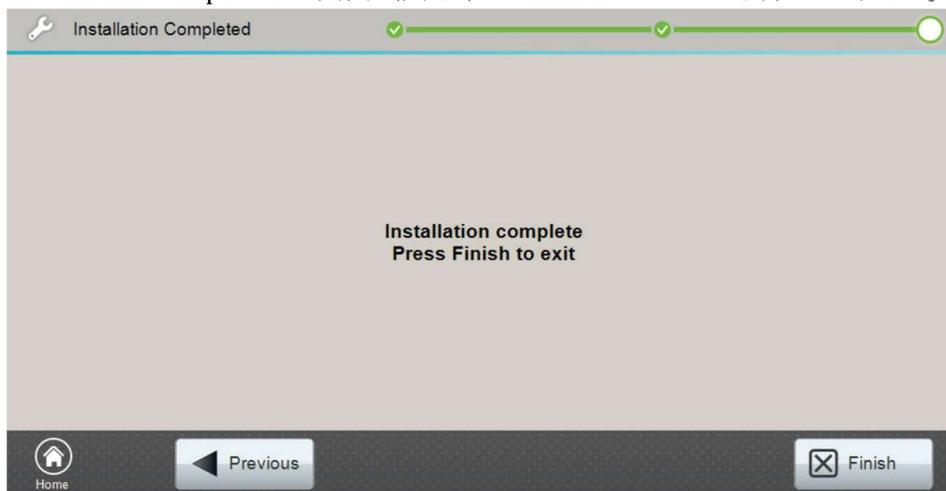

図 19 Installation Completed 画面
12. Installation Completed の画面（図 19）の **Finish** のボタンを押してください。
14. **Installation Completed** の画面 (図 19) の **Finish** のボタンを押してください。
11. **Installation Completed** の画面 (図 19) の **Finish** のボタンを押してください。